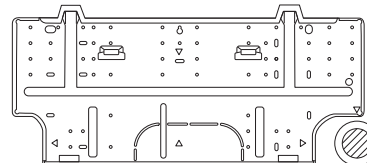

Fig. 3-38
- (1) Fije el panel posterior a la pared con los 8 tornillos suministrados. (Fig. 3-38)